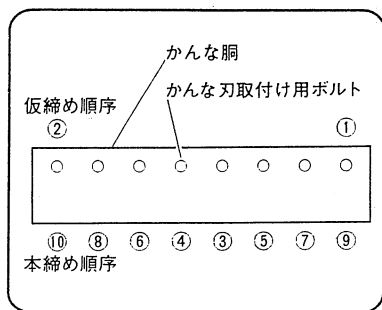

図 29
○ かなな刃が飛び出さない程度に①, ②の順に仮締めをします。(図 29)
○ ③~⑩(中央から両端)の順に本締めをします。最初は力を加減して③~⑩の順に繰り返し締め最後にきつく締めます。(図 29)